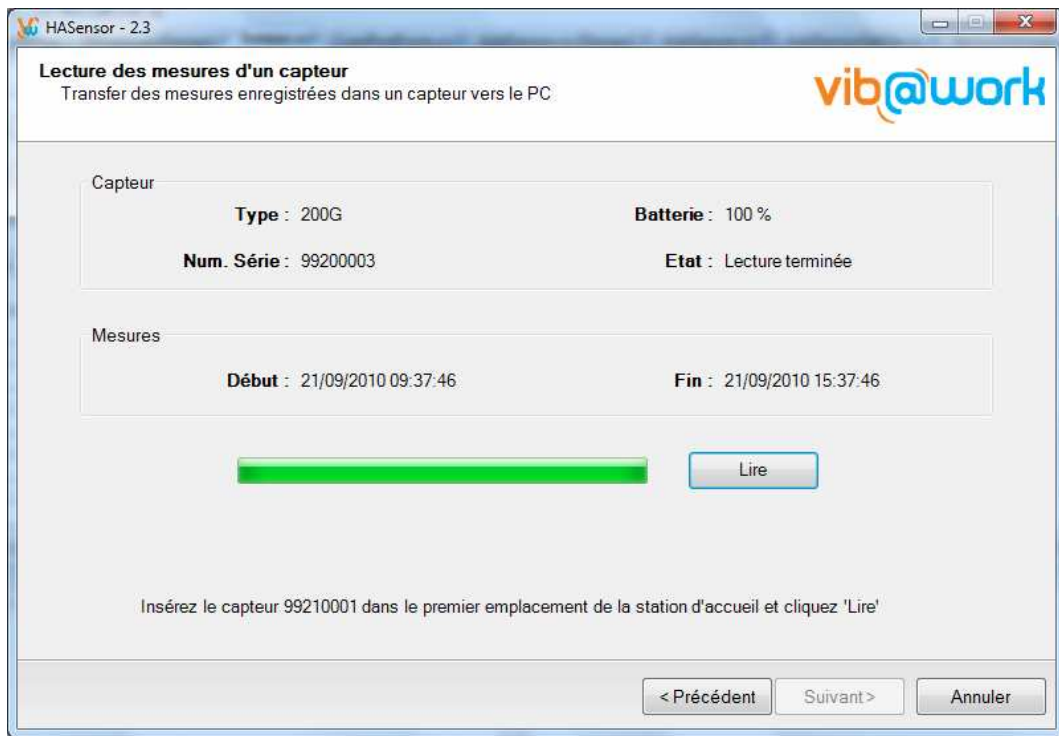

Figure 21 : Lecture des mesures d'un capteur (2)
- Cliquez sur le bouton « Lire ». L'opération de lecture du capteur prend quelques secondes, voire quelques minutes en fonction de la durée de mesure et de l'intervalle de base T_0 choisi. Si l'opération s'est déroulée correctement l'écran de la Figure 21 apparaît.